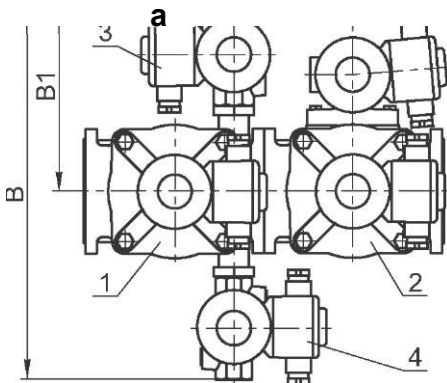

Рис. 10-35
Блок (рис. 10-35, 10-36, 10-37, 10-38) состоит из следующих основных узлов и деталей:
- лев./лев. (рис. 10-35);